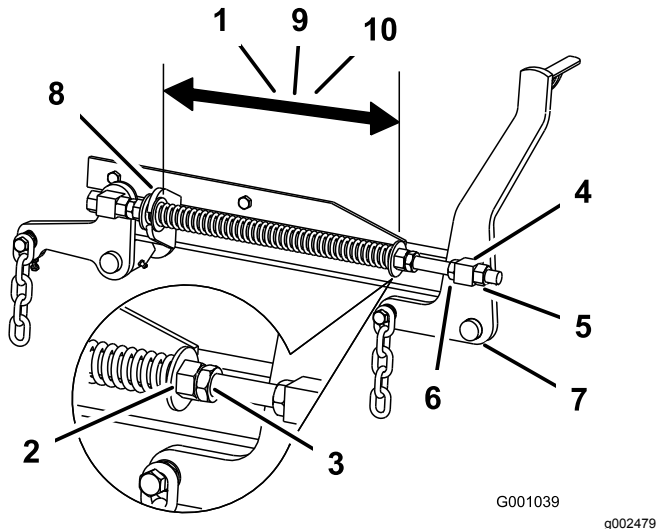

Figure 114
2. Vérifiez que les 2 grandes rondelles sont espacées de 28,2 cm pour les plateaux de coupe de 132 cm, de 26,7 cm pour les plateaux de coupe de 152 cm ou de 29,2 cm pour les plateaux de coupe de 183 cm (Figure 114).
3. Réglez cette distance en desserrant l'écrou de blocage du ressort et en tournant l'écrou devant chaque ressort (Figure 114).
4. Bloquez l'écrou en position en serrant l'écrou de blocage du ressort (Figure 114).